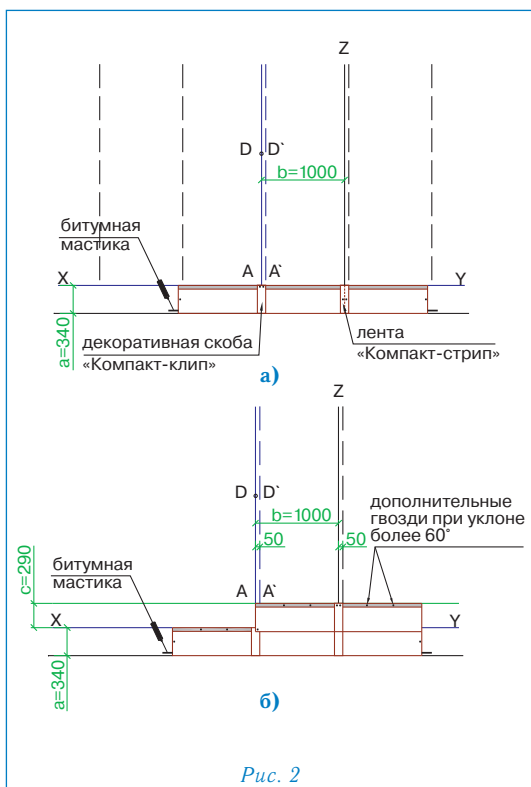

Рис. 2
### Укладка материала (рис. 2)
- укладка черепицы начинается от линии AD, при этом ее верхний край выравнивается по линии XY (рис. 2а);
- листы первого ряда укладываются встык и фиксируются двумя гвоздями по центру коротких сторон на расстоянии 2 см от края (рис. 2а);
- правая сторона скобы «Компакт-клип» выравнивается по линии A'D' и фиксируется двумя гвоздями через специальные отверстия (рис. 2а);
- листы второго ряда черепицы укладываются от линии AD, их нижний край выравнивается по линии, параллельной XY; каждый лист фиксируется двумя гвоздями в 2,5 см от нижней стороны; стыки закрываются декоративными скобами «Компакт-клип», которые также фиксируются двумя гвоздями (рис. 2б);
Для крепления гибкой черепицы ПРЕСТИЖ НОВЫЙ РИМ используются гвозди из нержавеющей стали улучшенного прилегания (ершенные) с гладкими широкими шляпками. Каждый лист ПРЕСТИЖ НОВЫЙ РИМ закрепляется четырьмя гвоздями, в соответствии с рекомендациями, приведенными выше (рис. 2б).
При укладке материала на скатах с уклоном более 60° каждый лист дополнительно фиксируется двумя гвоздями в верхней части (рис. 2б).